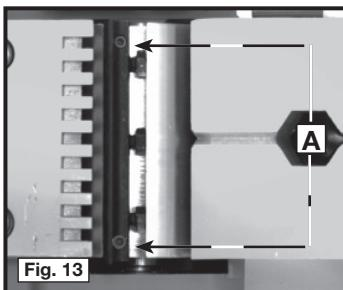

Fig. 13
Para ajustar, se proporcionan dos tornillos de ajuste (A) Fig. 13 en cada barra de presión. Haga el ajuste apropiado. Cuándo hecho, aprieta firmemente el sujetando los tornillos.